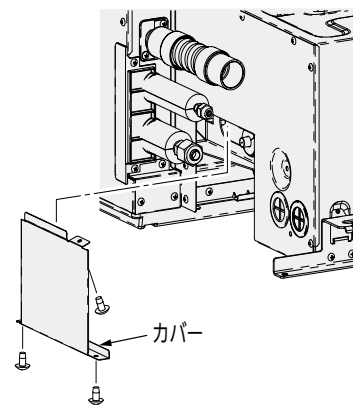

図 11
- 側面のカバーをはずしてください。作業スペースを確保できます。(図 11)